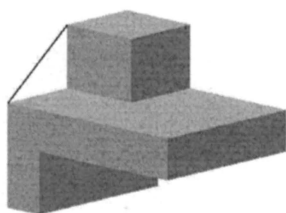
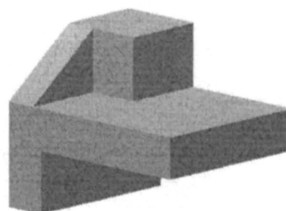
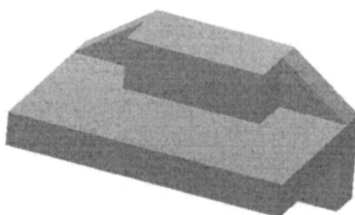

图6
图7
图8
14. 利用图6中的一段直线创建图7中的肋板, 用哪个命令?
15. 草图工具栏和特征工具栏上都有镜像命令, 利用图7所示形体创建图8所示的左右对称的形体, 只能用哪个工具栏上的镜像命令?